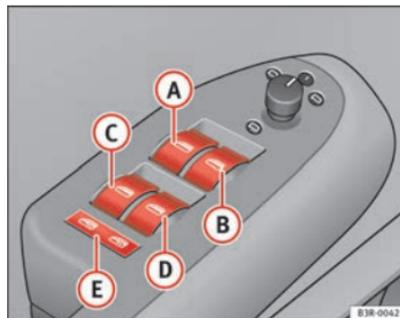

Abb. 80 Ausschnitt aus der Fahrertür: Schalter
- (A)** Schalter ⇒ Abb. 80 für das Fenster in der Fahrertür
- (B)** Schalter für das Fenster in der Beifahrertür
Mit dem Sicherheitstaster ⇒ Seite 113, Abb. 80  können die Schalter an den hinteren Türen außer Betrieb gesetzt werden. Nur wenn der Schalter hineingedrückt ist, lassen sich die Fenster von den Fondsitzen aus öffnen oder schließen.